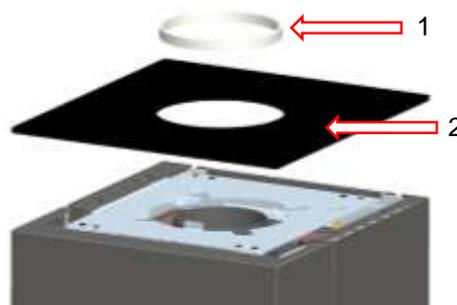

Fig. 22 : retirer la vitre décorative
Pour cela, la bague de rayonnement (1) et la vitre décorative (2) sont retirées individuellement. Ces composants peuvent être retirés sans outils supplémentaires (Fig. 22).
1. Pour cela, la bague de rayonnement (1) et la vitre décorative (2) sont retirées individuellement (voir Fig. 22).